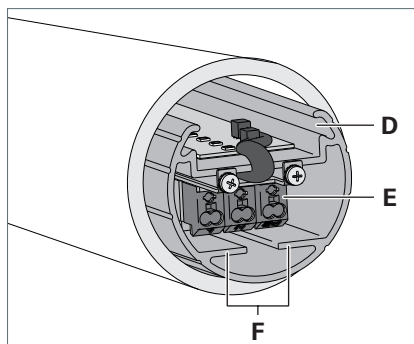

Fig. 9: Lamiera di supporto e morsetto.
- ▶ Estrarre leggermente la lamiera di supporto **D** al di fuori dell'apparecchio, vedi Fig. 9.